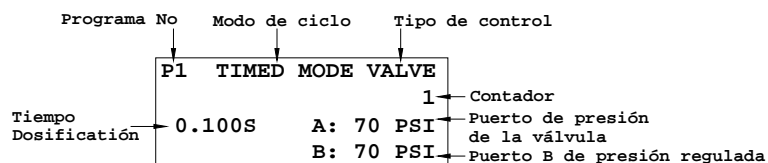

Figura 3.0
2. Presione el botón de encendido (1) para encender la unidad.
4. Presione el botón de modo (2) y el de ajuste (3) simultáneamente, hasta que el texto “VALVE” (Válvula) aparezca en la esquina superior derecha de la pantalla, como se muestra en la Figura 3.0